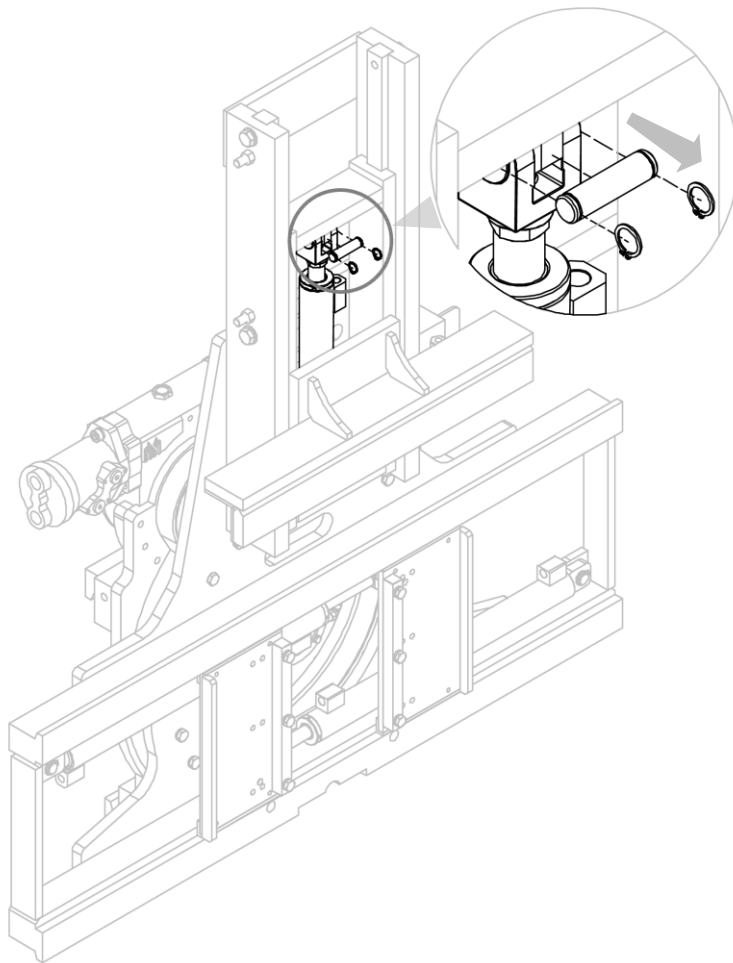

Figura 25
2. Retire el pasador (con correspondientes anillos elásticos) que une la estructura móvil al cilindro (mira *Figura 25*).